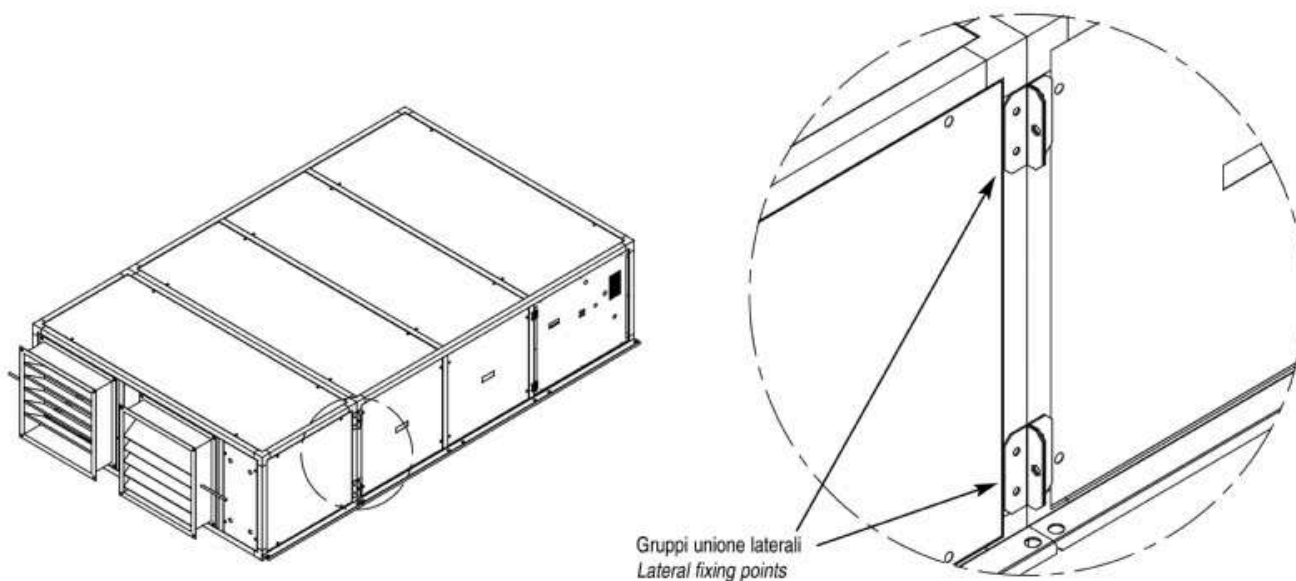

fig. 6
- Una volta ancorata la sezione RMS alla struttura portante tramite le staffe di supporto, fissarla all'unità principale mediante i 4 gruppi unione laterali (fig. 6), serrando i bulloni forniti a corredo.
- After fastened the RMS section to the structure, by the mounting brackets, fix the section to the main unit by the 4 lateral fixing points (fig 6), tightening the kit bolts.